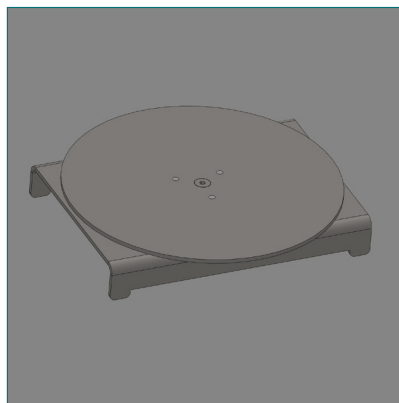
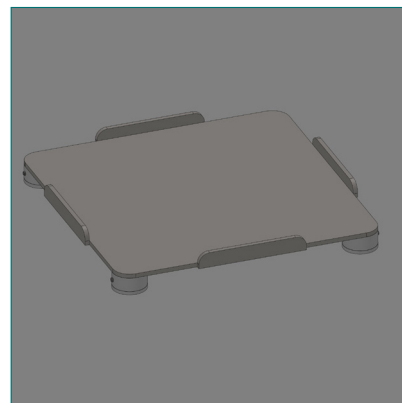

Рисунок 3
Рисунок 4
- Чтобы открыть круглые банки, оборудование оснащено круговым поворотным столиком. (Рисунок 3) Квадратные банки открываются с помощью движущейся подставки. (Рисунок 4)